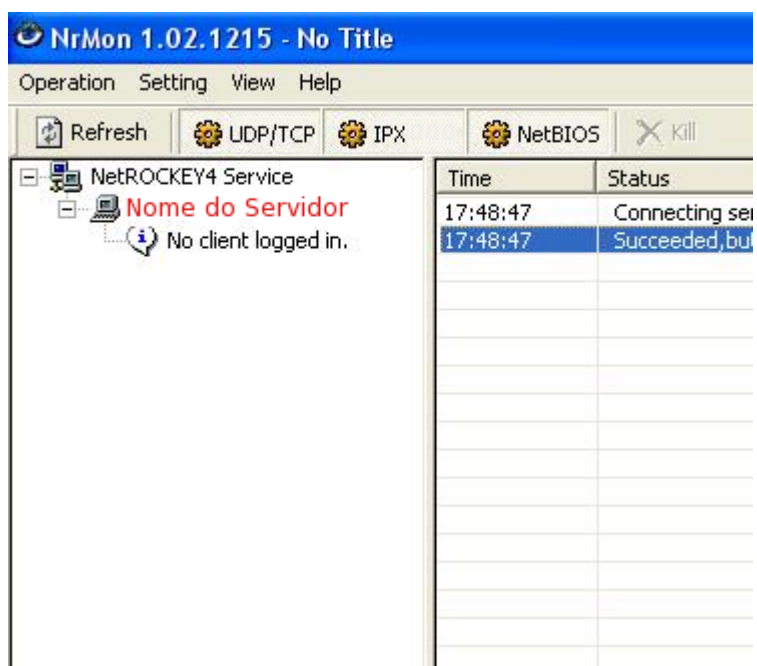

Figura 1.2: Programa NrMon.
- Tente rodar o programa NrMon (que acompanha o VRTherm) a partir da máquina cliente e veja se o servidor aparece conforme a Figura 1.2